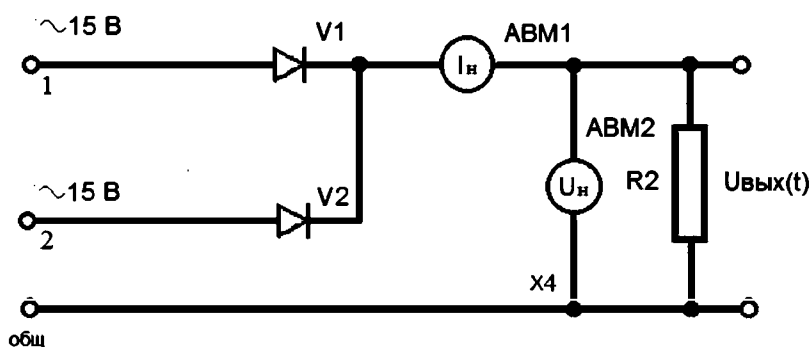

Рис. 2.39. Схема двухполупериодного выпрямителя с нулевым выводом
8. Установить на лабораторном стенде плату № 8 и собрать схему (рис. 2.39) с помощью съемных элементов: V1, V2 (диоды КД103А), R2 (300 Ом).